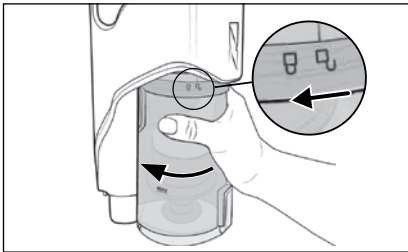

Fig. 22
- 2) For at fjerne smudsbeholderen **7** fra produktet skal du dreje den i retning af symbolet  (åbn), indtil den kan løsnes fra produktet (se fig. 22).